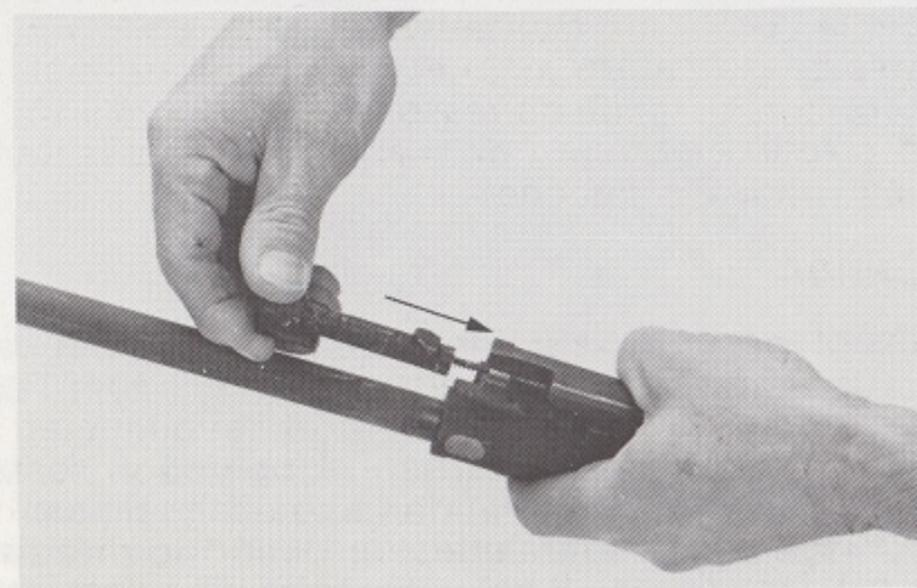

Fig. 36
- Introduire le verrou dans la glissière en effectuant une légère pression pour comprimer le ressort de percuteur ensuite, faire pivoter le verrou et accrocher son tenon de guidage dans la glissière (Fig. 36).